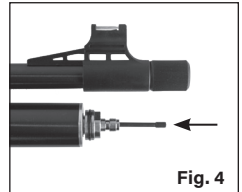

Fig. 4
- Inserte la herramienta de desgasificado a través de la punta de la boquilla de llenado (Fig. 4).